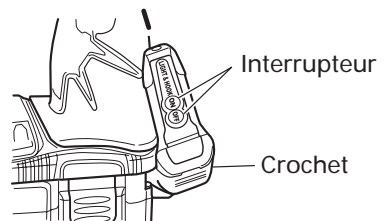

Fig. 9
- (1) Appuyer sur l'interrupteur pour allumer la lampe. Si on l'oublie, la lampe s'éteint automatiquement 15 minutes plus tard. (Fig. 9)